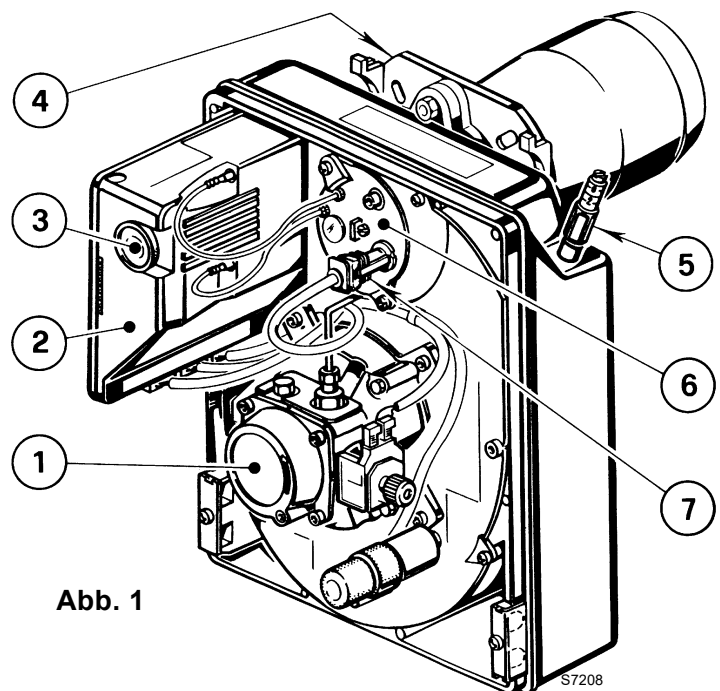

Abb. 1
- Effettuare la pulizia del sensore fiamma (7, Fig. 1, Pag. 1).
Un'anomalia, nel funzionamento nella maggior parte dei casi, porta alla accensione della segnalazione all'interno del pulsante di sblocco dell'apparecchiatura di comando e controllo (3, Fig. 1, Pag. 1).